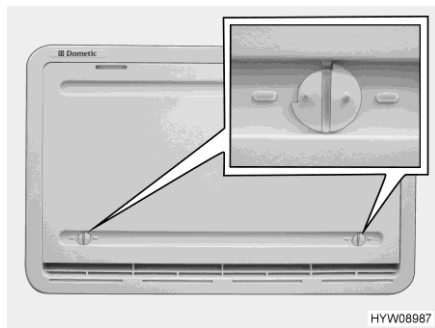

Fig. 254 Cubierta de invierno
Si el frigorífico ha de funcionar a temperaturas exteriores bajas, el fabricante recomienda la utilización de una cubierta de invierno (Fig. 254) para las rejillas de ventilación del frigorífico.
- Abrir ambos bloqueos (Fig. 254) (la ranura está en posición horizontal).